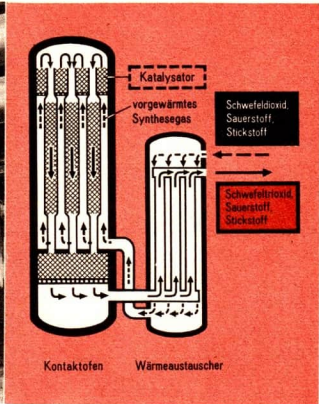

Abb. 44 Kontaktofen mit Wärmeaustauscher
Da die Lage des chemischen Gleichgewichts stark temperaturabhängig ist und eine Temperaturerhöhung sich infolge des exothermen Verlaufs der Schwefeltrioxidbildung auf die Ausbeute an Schwefeltrioxid ungünstig auswirkt, muß die Temperatur von 420 °C ständig konstant gehalten werden. Der Kontaktofen ist daher mit einem Wärmeaustauscher verbunden (Abb. 44). Der **Wärmeaustausch** erfolgt durch stofflichen und thermischen Gegenstrom. Das Gasgemisch der Ausgangsstoffe Schwefeldioxid, Sauerstoff und Stickstoff der Luft wird im Wärmeaustauscher vorgewärmt. Im Kontaktofen strömt es von unten nach oben an den Röhren, die mit Kontakt gefüllt sind, vorbei und gelangt im oberen Teil des Ofens mit dem in Horden angeordneten Kontakt in Berührung. Dort setzt sich ein Teil des Gasgemisches zu Schwefeltrioxid um. Anschließend strömt das Gasgemisch durch die Kontaktrohre in der Richtung von oben nach unten. Das chemische Gleichgewicht stellt sich erneut ein, wobei weiteres Schwefeltrioxid entsteht. Die Rohre werden durch neu einströmendes
- ① Erklären Sie an Hand von Abbildung 44 den Wärmeaustausch im Kontaktofen, und vergleichen Sie ihn mit dem Wärmeaustausch im Ammoniak-Syntheseofen!
- ② Begründen Sie, warum man die Temperatur im Kontaktofen durch Luftzufuhr steuern kann!
- ③ Was versteht man unter kontinuierlicher Arbeitsweise?
- ④ Begründen Sie, warum man das Schwefeltrioxid nicht in Wasser löst!
- ⑤ Was bedeutet 20%ige Schwefelsäure?
- ⑥ Erläutern Sie den Gesamtprozeß der technischen Herstellung von Schwefelsäure!